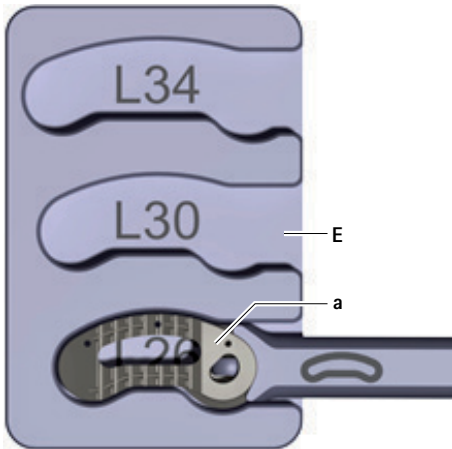

Afb. 8 Implantaat in stand 0
- Houd het proefimplantaat **D** in de stand 0 op het inbrenginstrument **A**, zie Afb. 8.
- Houd het implantaat in stand 0, zie Afb. 8.